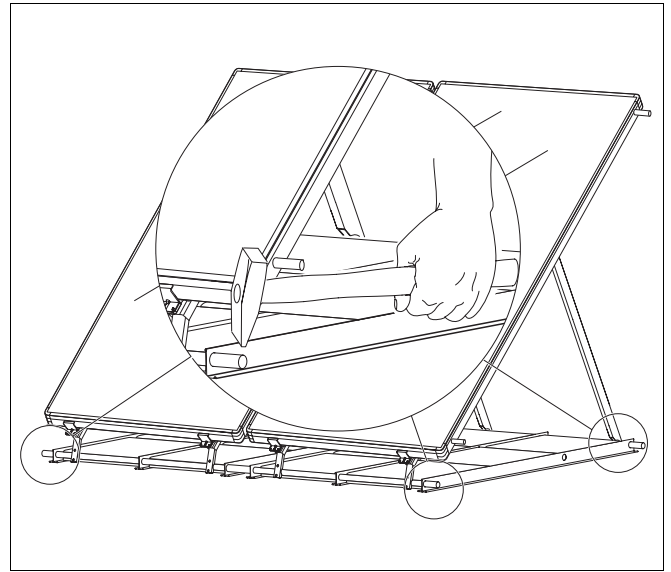

Fig. 42 Asegurar los soportes para tejado plano
- ▶ Curve los perfiles en T exteriores de un campo de colectores (fig. 42) golpeando con un martillo el canto superior, hasta que los tubos queden fijados en los perfiles en T.